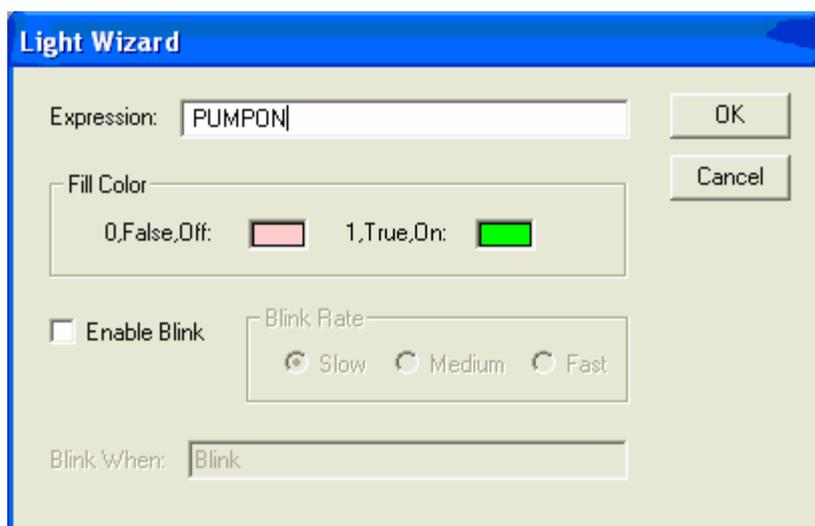

Figura 4.61. Programación Luz APAG
- **APAG:** Para la luz se tiene el Tagname indirecto PUMPON, que se muestra en la figura 4.61.